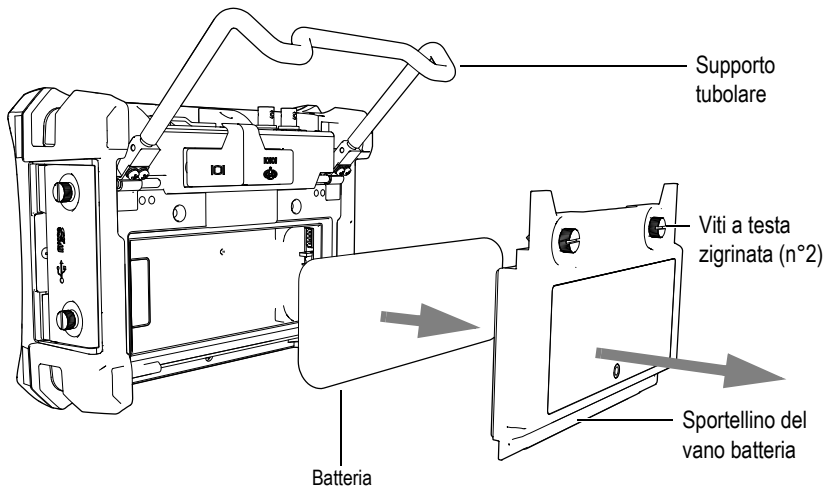

Figura 1-7 Rimozione della batteria agli ioni di litio
2. Nella parte posteriore dello strumento, svitare le due viti a testa zigrinata che fissano lo sportellino del vano batteria (vedi Figura 1-7 a pagina 29).
3. Rimuovere lo sportellino del vano batteria (vedi Figura 1-7 a pagina 29).
6. Rifissare lo sportellino del vano batteria nella parte posteriore dello strumento e stringere saldamente le due viti a testa zigrinata per completare l'installazione (vedi Figura 1-7 a pagina 29).